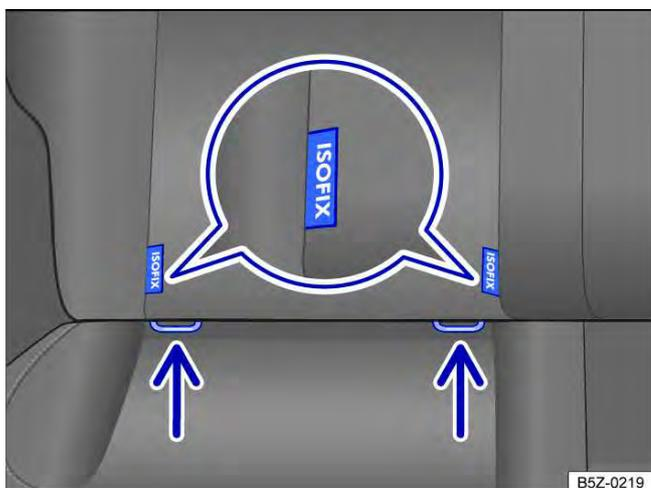

Fig. 19 No banco do veículo: identificação dos pontos de ancoragem inferiores para cadeiras de criança.
Os 2 olhais de retenção para cada cadeira de criança dotado do sistema ISOFIX podem ser acedados através das fendas existentes no revestimento do assento do banco traseiro → Fig. 19.
- Encaixar a cadeira de criança nos olhais de retenção → Fig. 19 no sentido da seta. A cadeira de criança deve engatar de forma segura e audível (click).
- Colocar a cadeira de criança sobre a superfície do banco e prender os ganchos dos cintos de fixação nos olhais de retenção → Fig. 19, caso os cintos de fixação sejam fornecidos junto com a cadeira de criança.